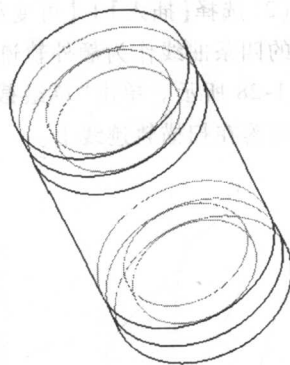

图 1-35
(3) 输入旋转角度为 360 度，单击【确定】按钮，得到如图 1-35 所示的实体。